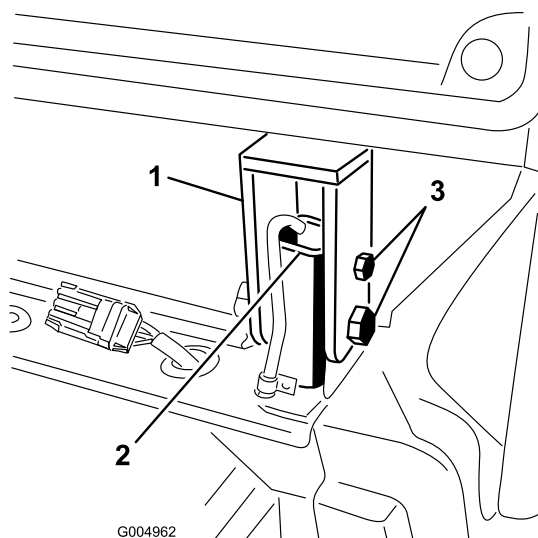

Figura 81
32. Apriete los pernos y las tuercas que sujetan los soportes de montaje traseros de la cabina a los postes del ROPS (Figura 81).